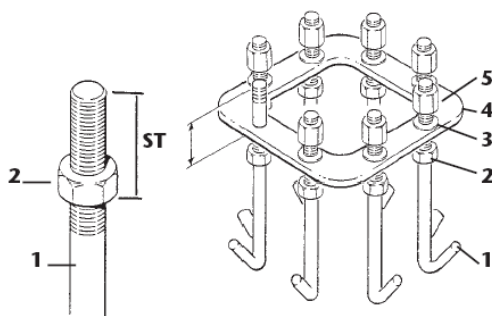

Abb. 17
- Auf die Ankerschrauben **1** die flachen Muttern **2** befestigen und dabei einen Gewindeabschnitt in der Höhe **ST** (Abb.17) überstehen lassen - (für den Überstand **ST** siehe „Befestigungssysteme“ auf S. 12). Diesen Vorgang auf allen 8 (acht) Ankerschrauben durchführen.